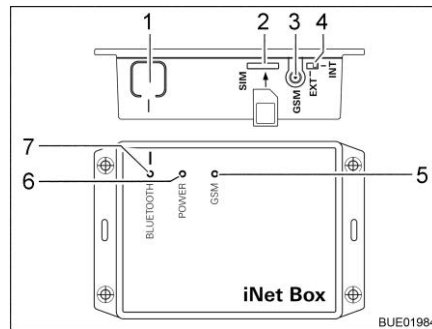

Fig. 240 Truma iNet-Box
- Appuyer sur la touche BLUETOOTH (Fig. 240,1) sur l'iNet-Box pendant 1 seconde. La Truma iNet-Box est visible pendant env. 2 minutes dans le terminal mobile (nom : "Truma iNet-Box"). Durant ce laps de temps, la DEL BLUETOOTH (Fig. 240,7) clignote.
- Introduire la mini-carte SIM qui a son propre numéro de téléphone et un crédit suffisant avec précaution comme illustré dans l'emplacement (Fig. 240,2) de la Truma iNet-Box jusqu'à ce qu'elle s'enclenche. La DEL rouge GSM (Fig. 240,5) doit clignoter en permanence. Si la DEL rouge s'éteint au bout de 20 secondes : contrôler la mini-carte SIM.